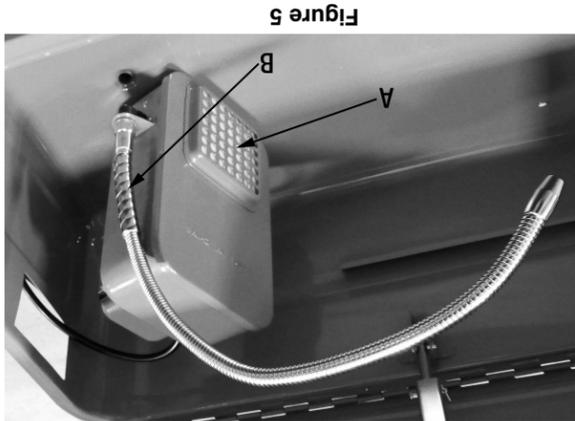

Figure 5
Le seul problème que vous devriez rencontrer avec votre Bassin de Nettoyage est un débit volumique réduit ou un flux de liquide provenant du boyau flexible. La cause probable est le filtre (A) Fig.5 et le boyau flexible (B) sont bouchés avec des matières étrangères. Retirez le filtre et le boyau flexible et nettoyez-les à fond.